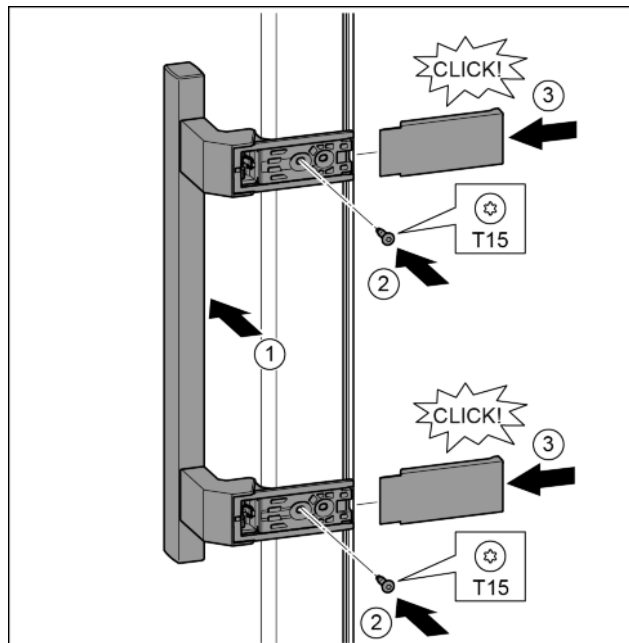

Fig. 22
- Poser la poignée sur le côté opposé. Fig. 22 (1)
- Serrer les vis avec un tournevis T15. Fig. 22 (2)
- Mettre en place les caches latéralement et les enfiler. Fig. 22 (3)